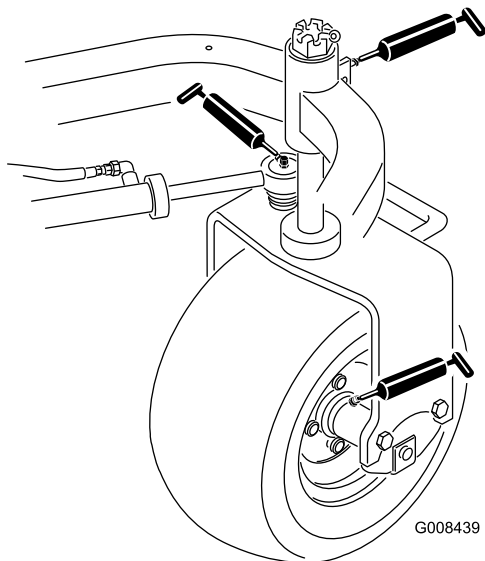

Figura 27
- Cubo de la rueda trasera (1) (Figura 27)
- Cojinete de la rueda giratoria (1) (Figura 27)
- Cilindro de dirección (2) (Figura 27)